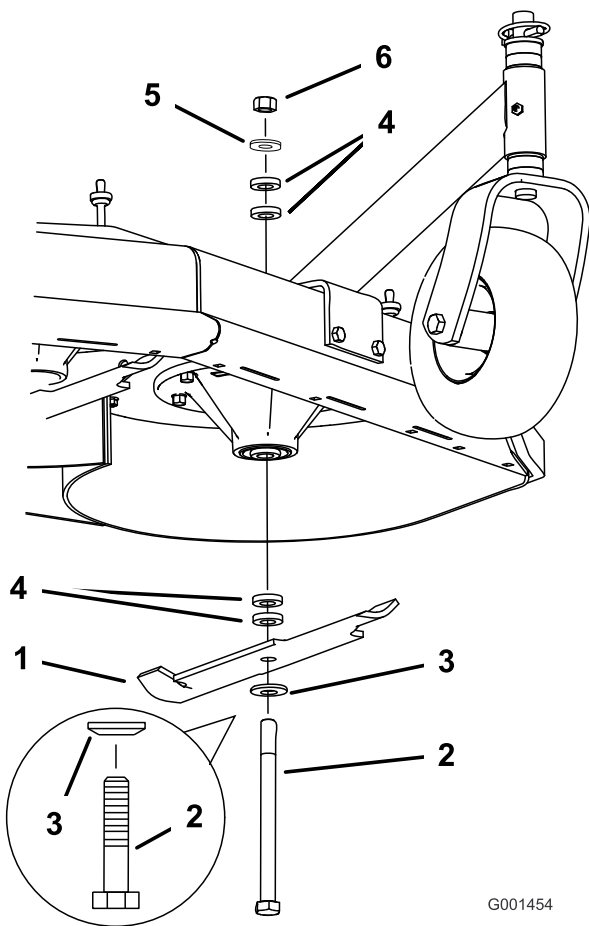

Figure 11
3. Maintenez le boulon de lame et retirez l'écrou (Figure 11).
4. Insérez le boulon dans l'axe et changez les entretoises selon les besoins (Figure 11).
5. Posez le boulon et la rondelle bombée, ajoutez une ou des entretoise(s) et fixez-les avec une rondelle mince et un écrou (Figure 11).